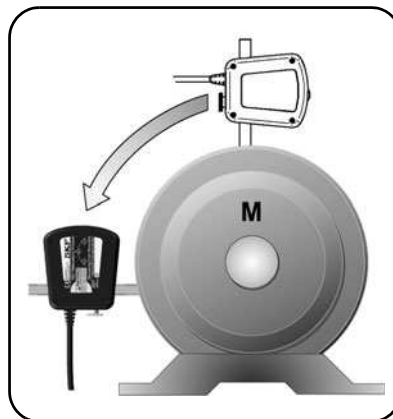

Fig. 17. Mettre en position 9 heures
- a) Mettez les deux appareils de mesure en position 9 heures en vous servant des niveaux à bulle (fig. 17).